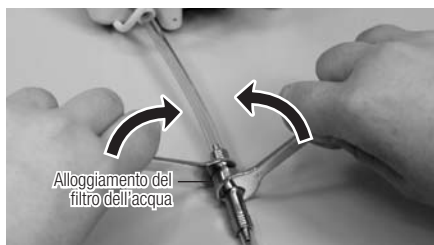

Fig. 25
1) Chiudere la valvola dell'acqua dell'unità a cui è collegato PRESTO AQUA II. Utilizzare due chiavi inglesi (5x8) come illustrato dalla Fig. 25 e ruotarle nella direzione indicata dalla figura. Se il tubo dell'acqua si torce, girarlo dalla parte opposta, in modo tale che la sua estremità collegata al lato dell'unità di controllo sia libera di girare.